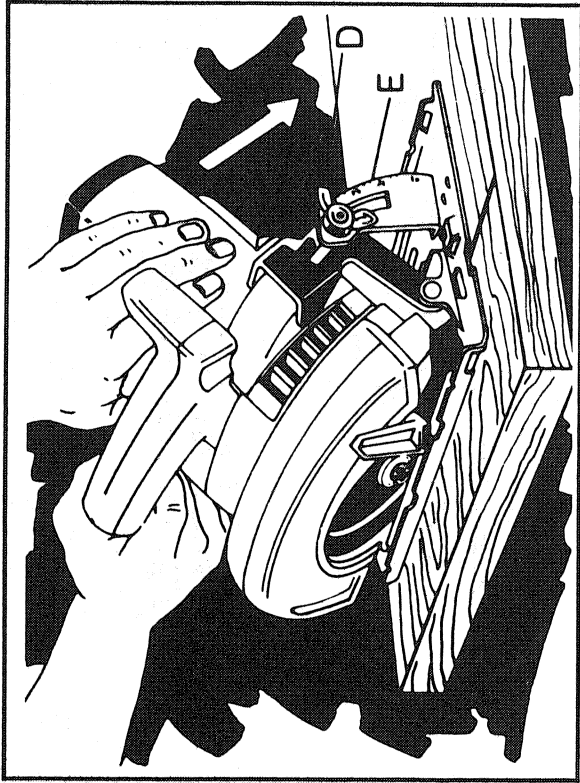

FIGURE 5
Sur le devant du patin se trouve un dispositif de réglage de coupe en biseau (figure 5) composé d'un secteur calibré (E) et d'un écrou à oreilles (D). Pour régler la scie pour la coupe en biseau, desserrer l'écrou à oreilles et incliner le patin à l'angle voulu. Resserrer à fond l'écrou à oreilles.
ATTENTION : Pour effectuer les coupes en biseau, appuyer une main sur le carter du moteur de la façon illustrée à la figure 5. N'exercer que la pression voulue, dans la direction indiquée par la flèche, pour maintenir le patin à plat contre la pièce à découper.